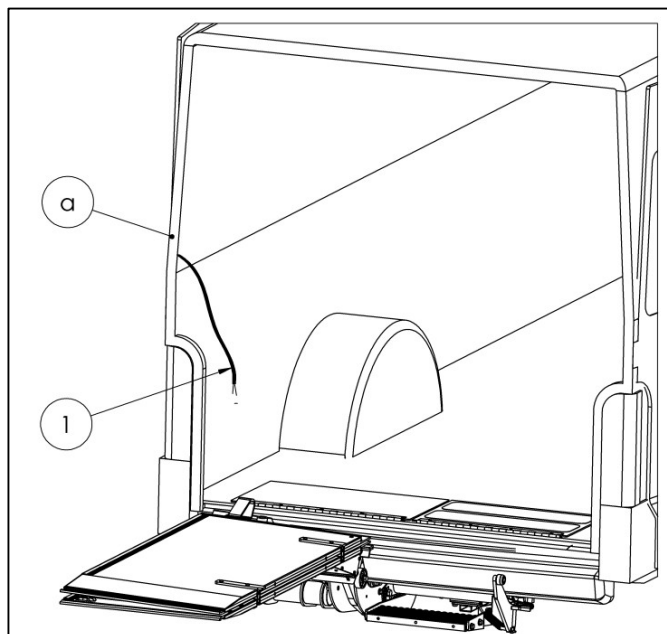

Fig. 68
- Busque el punto de conexión del cable para la luz de la matrícula (1) en la columna (a) en el Mercedes Benz Sprinter (vea la Fig. 68).